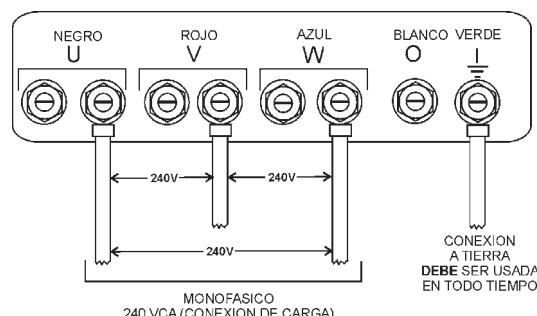

Figura 23. Contactos de las terminales UVWO
- Conecte los cables de carga a las terminales UVWO como se muestra en la Figura 23.